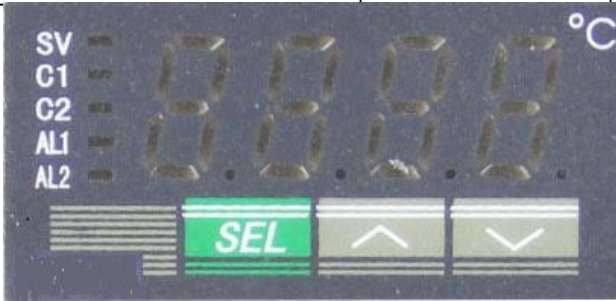

Figure 2: diagramme schématique du panneau de l'instrument de contrôle de la température
- c. La température de fonctionnement du corps noir peut être ajustée en fonction des besoins du terrain. Appuyez sur le bouton "SEL" (voir figure 2), l'indicateur "SV", appuyez sur le bouton " ^ " ou " ∨ " pour augmenter ou diminuer la température de travail, puis appuyez sur "SEL" pour confirmer. (Voir le tableau des paramètres du panneau de contrôle: instructions du panneau du instrument de contrôle de la température.)